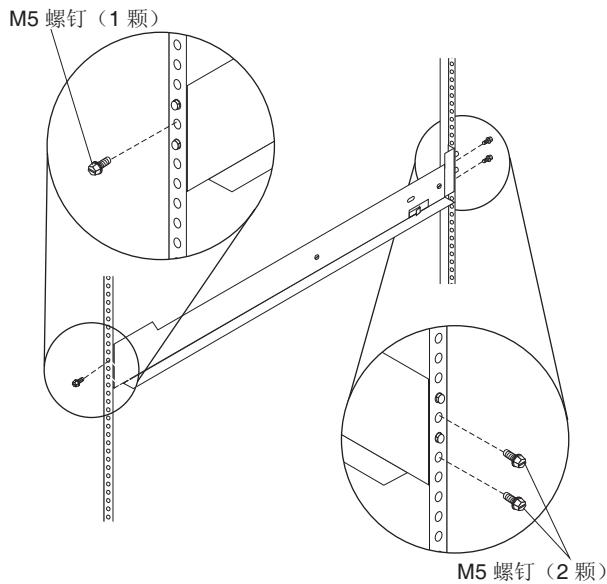

图 3. 将支撑导轨固定到机架中
3. 在将支撑导轨凸缘与机架式机箱支撑导轨组合件贴合之后, 从机架式机箱的前部, 用螺丝刀将一颗 M5 螺钉拧入导轨支架顶部的第二个孔中, 如第 6 页的图 3 所示。